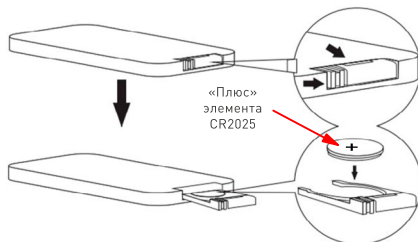

Рис. 2. Установка элемента питания.
- 3.6. Удалите изоляционную прокладку из отсека элемента питания. Если элемент питания не установлен, установите его (Рис. 2).